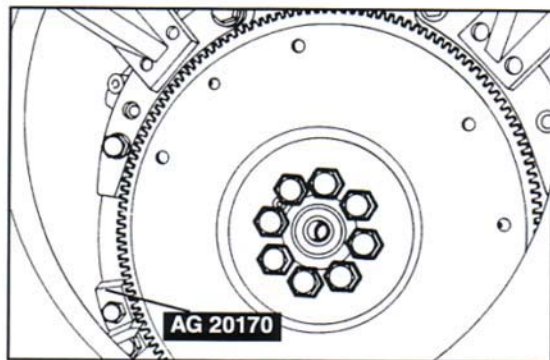

Fig. 68 ▲
- svitare le otto viti e staccare il volano motore (Fig. 68), quindi rimuovere l'attrezzo fermavolano;
- unscrew the eight screws and take out the engine flywheel (Fig. 68), remove the flywheel stop tool;